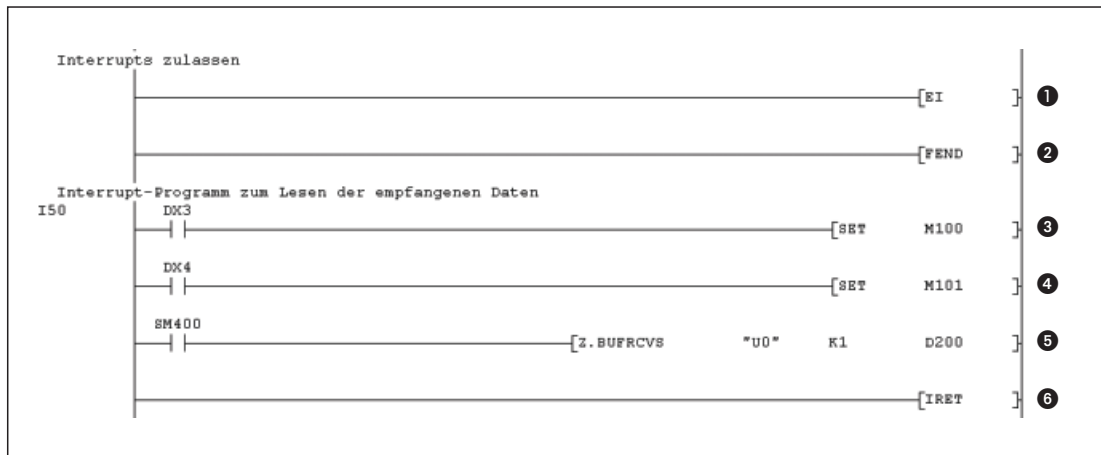

Fig. 9-6: Programa de interrupción I50 (Esquema de contactos del GX Developer)
- ① Con una instrucción EI se permite la ejecución de programas de interrupción.
- ② Una instrucción FEND caracteriza el final de una parte de programa. Esta instrucción no es necesaria con los editores IEC (esquema de contactos y lista de interrupciones).
- ③ El estado de la entrada X3 se consulta directamente. Si está conectada, ello significa que los datos han sido recibidos sin errores. (Para determinar el estado actual, hay que consultar directamente las entradas en un programa de interrupción. Dado que las entradas se actualizan al comienzo de un ciclo PLC, una consulta normal, es decir no directa, de las entradas no procura el estado en el momento de la ejecución del programa de interrupción.)
- ④ La entrada X4 indica que se ha producido un error al recibir los datos. Se la consulta directamente y pone M101.
- ⑤ Se ejecuta la instrucción BUFRCVS, la cual transfiere los datos recibidos a la CPU del PLC. (La marca M400 en la fig. 9-6 es puesta siempre a "1" por el sistema.)
- ⑥ Una instrucción IRET caracteriza el final del programa de interrupción. Esta instrucción no es necesaria con los editores IEC.